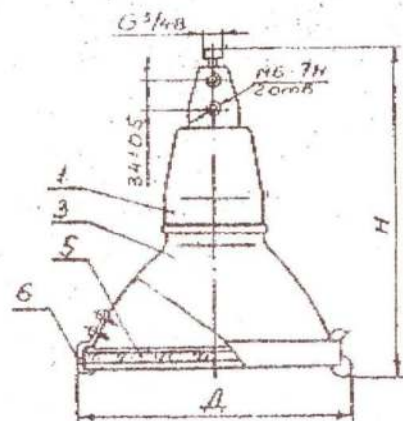

Рис. 5
6.5. Закрепите обечайку с защитным стеклом к отражателю в сборе с помощью шпунта, предварительно сняв шпунт со скобы отражателя; закрепите обечайку с защитным стеклом к отражателю с помощью замков (рис. 5).